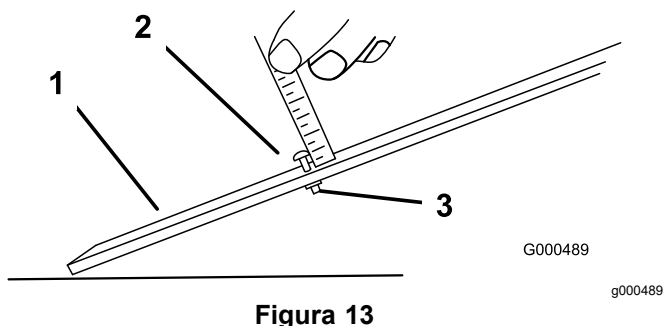

Figura 13
1. Slăbiți piulița de pe bara de distanțare și setați șurubul de reglare la înălțimea de tăiere dorită (Figura 13).